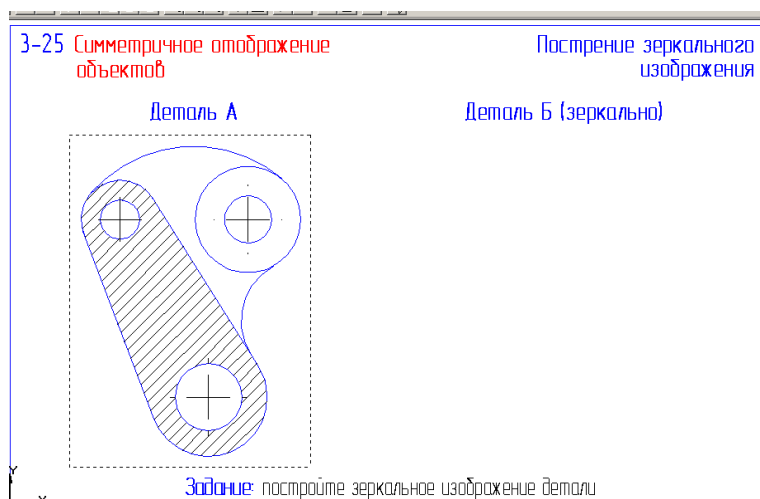

Рис. 31
33. Откройте файл фрагмента 3-25 (рис. 31). Выделите рамкой всю деталь. Включите страницу **Редактирование** инструментальной панели и нажмите кнопку **Копирование**. Задайте базовую точку в центре любой окружности и новое положение копии детали.